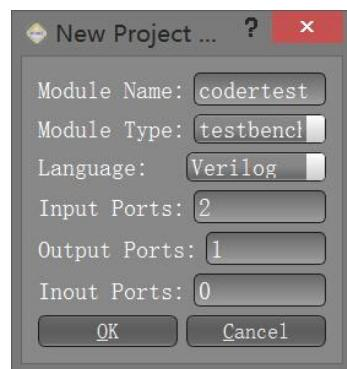

图 2-3-7 新建测试文件
(1) 新建一个 2 输入 1 输出的测试文件。点击工具栏上的 图标，在弹出的对话框中参照图 2-3-7 进行设计。